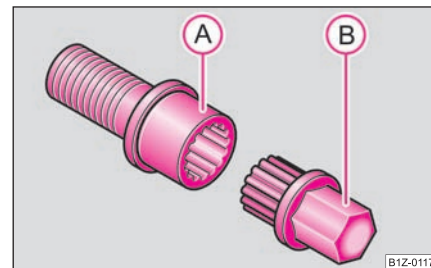

Fig. 171 Șurub de siguranță
- Introduceți adaptorul (B) cu partea zimțată până la limită pe interiorul zimțat al șurubului de siguranță (A), astfel încât să se mai vadă numai partea hexagonală ⇒ fig. 171.
- Împingeți cheia de roată până la capăt, pe adaptor (B).